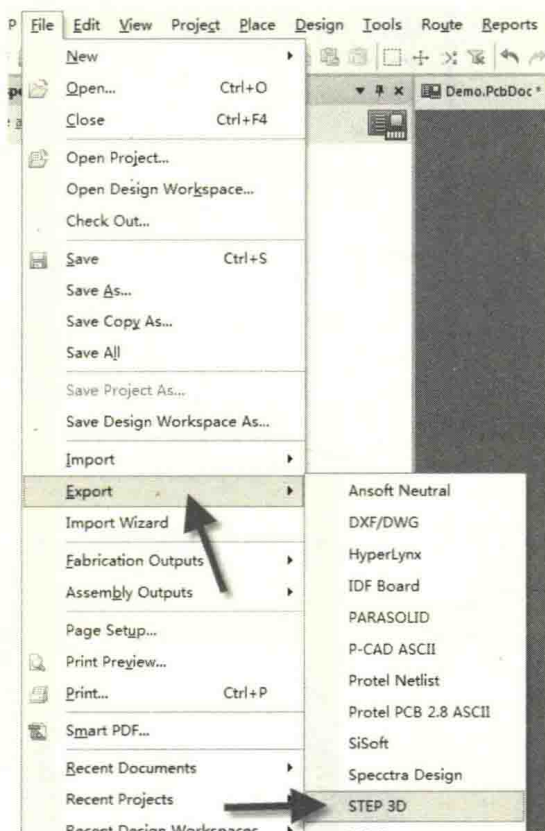

图 11-43 导出 3D STEP 模型
(1) 在 PCB 设计交互界面中，执行菜单命令“File-Export-STEP 3D”，如图 11-43 所示。